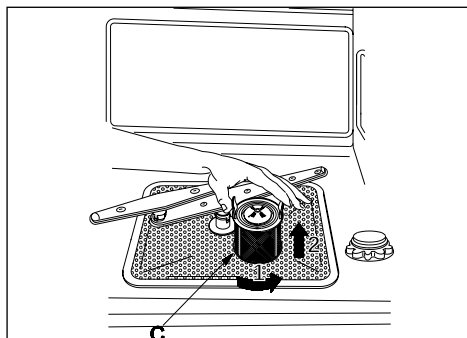

fig. 16a
**Filters** (zie fig. 16a, 16b, 16c, 16d)
- Verwijder de filtergroep (C). Knijp de lipjes licht samen en draai de filtergroep linksom (tegen de klok in) los (1).
Neem de filtergroep rechtstandig uit (2) (zie fig. 16a).